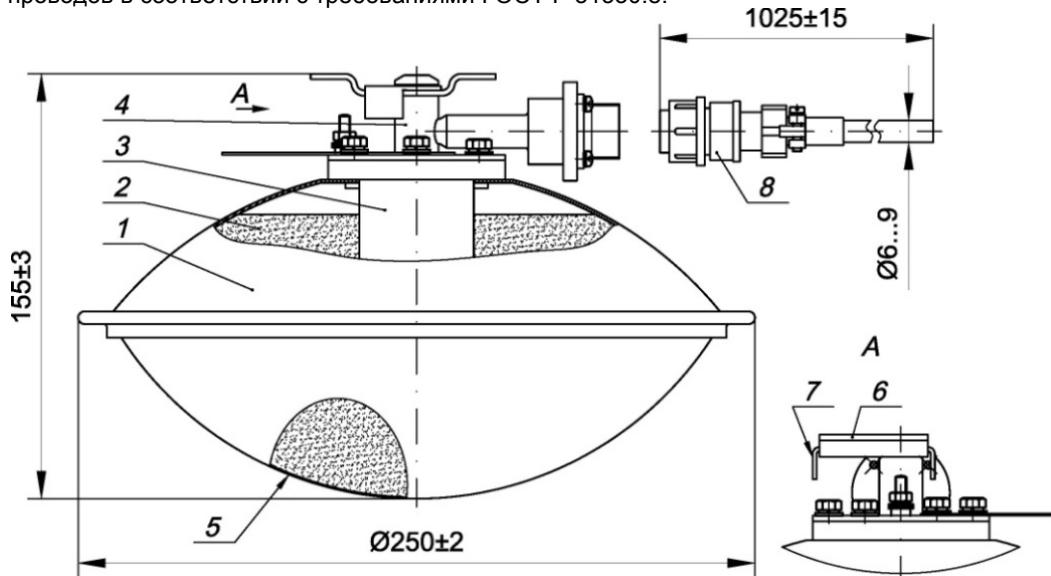

Рис.1 Устройство модуля МПП(р)-2.5-И-ГЭ-УХЛ3.1 «Буран-2.5взр».
5. Габаритные размеры модуля	см. рис.1
4.1. Модуль представляет собой (см. рис. 1) металлический корпус 1, выполненный из двух полусферических частей, плотно соединенных между собой методом прессовой завальцовки, в котором находится огнетушащий порошок 2, генератор газа 3, корпус активатора 4.